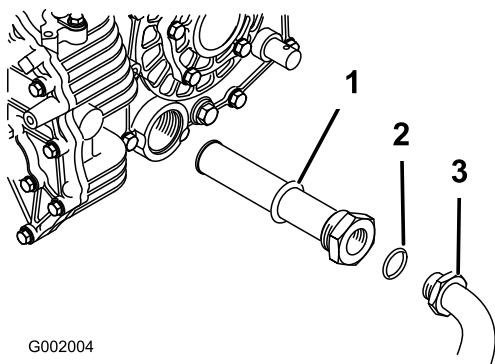

Figura 54
5. Retire el tubo hidráulico y el codo de 90° (Figura 54).